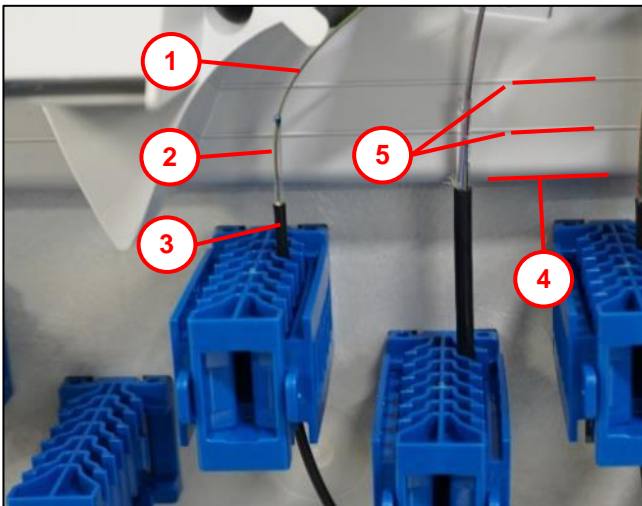

Abb. 36
- Mikrokabel (1) in die Klemmplätze (2) eindrücken, Absetzmaß oberhalb der Klemmplätze siehe Abb. 36.
- Abdeckung (3) einsetzen. Abdeckung hinten einschieben und vollständig einschwenken bis die Rastlasche (4) hörbar einrastet.